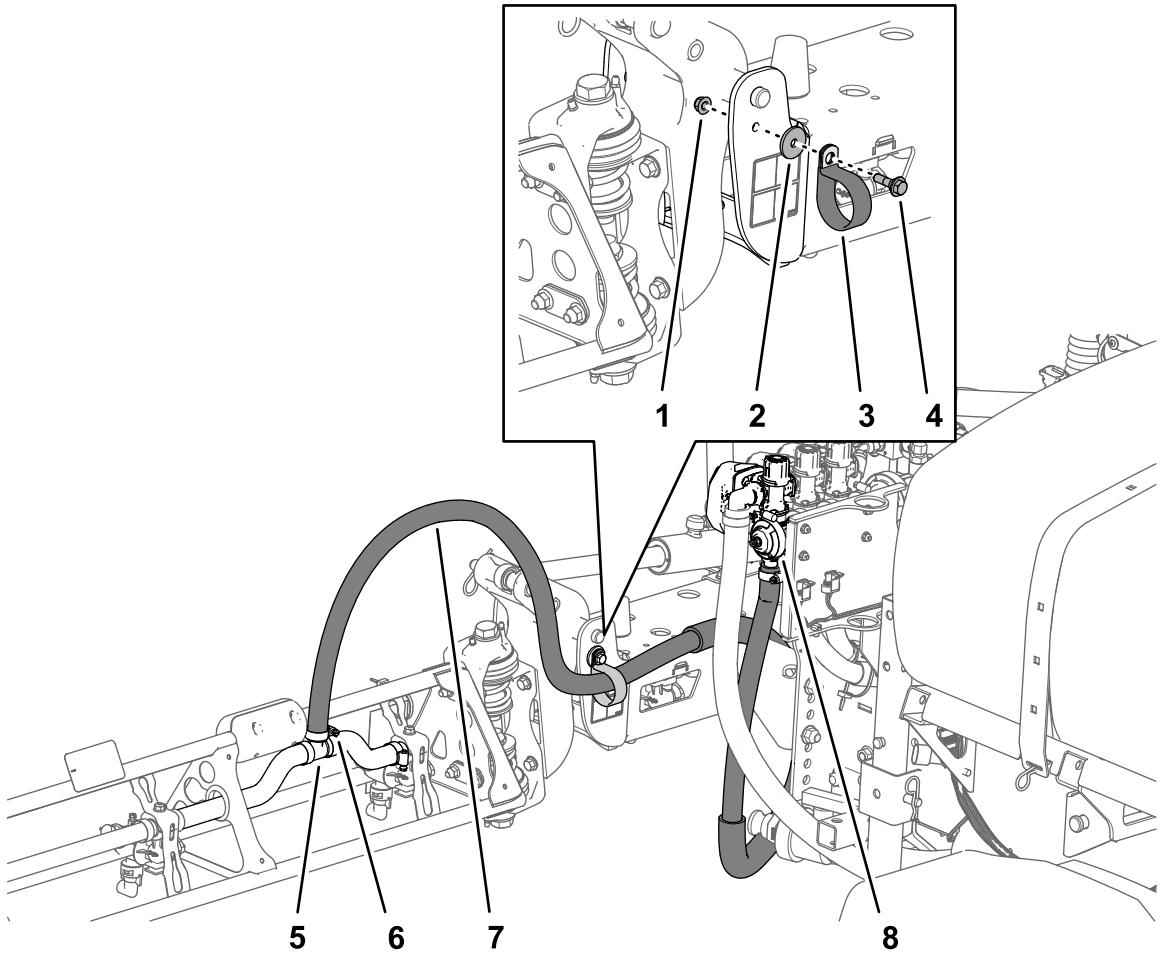

Figure 43
1. Acheminez les flexibles des sections de rampe comme montré à la Figure 42 et la Figure 43.
2. Fixez les flexibles à l'avant de la section de rampe centrale (Figure 42 et Figure 43) à l'aide de 1 collier en R, 1 boulon à épaulement (5/16" x 1"), 1 contre-écrou (5/16") et 1 rondelle (5/16").
3. Branchez le flexible de section de rampe au raccord en T cannelé de la section et fixez-le avec un collier (Figure 42 et Figure 43).